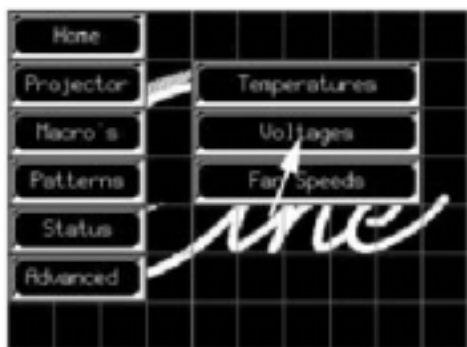

图 10-11 状态电压被选中
1. 按“**Voltages**”（电压）按钮。（图 10-11）